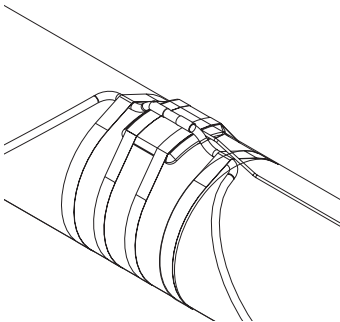

Figure 9 : Point chaud artificiel
- La position correcte est sur le dessus du tuyau Voir la figure 9.